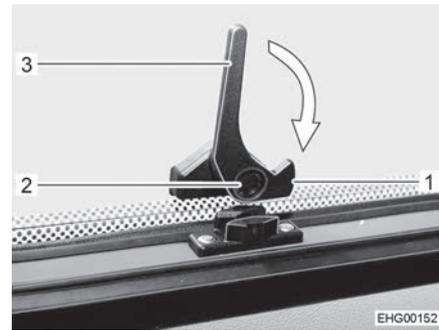

Fig. 41 Palanca de bloqueo inferior (posición "abierta")
- Pulsar el botón de seguridad (Fig. 41,2) en la palanca de bloqueo inferior (Fig. 41,3) y mantenerlo pulsado.
- Girar la palanca de bloqueo inferior (Fig. 41,3) un cuarto de vuelta hacia el marco de la ventana hasta que engatille el saliente de bloqueo (Fig. 41,1).